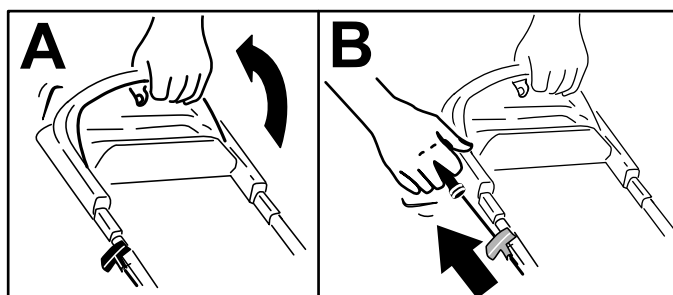

Figura 14
1. Tenete la barra di comando delle lame contro la maniglia (A della Figura 14).
2. Tirate la stegola dell'avviatore autoavvolgente (B della Figura 14).